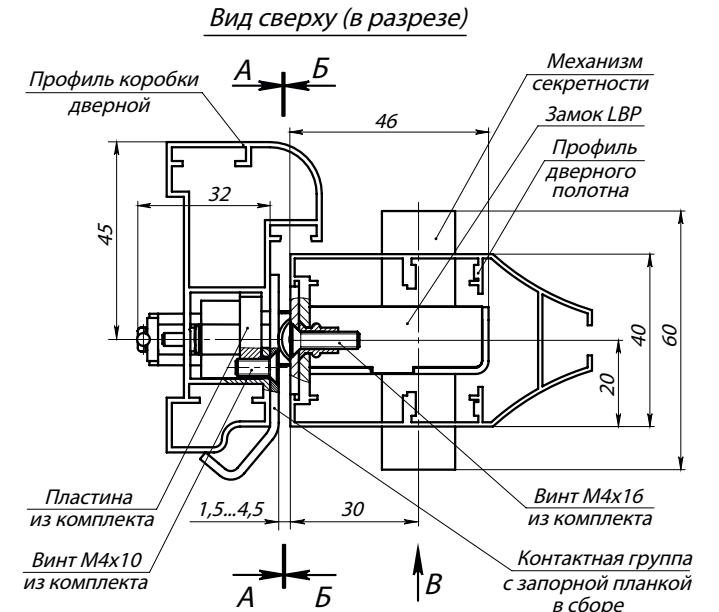

Рис. 2. Замок с контактной группой PERCo- BP1 в сборе (виды А, Б и В изображены на установочных шаблонах)
- профили дверного полотна T34, T53, T81, T85 и профиль дверной коробки T72-14 (ООО «Петралюм»), или аналогичные им по своему сечению (см. рис. 2).
3. Для замка с запорной планкой PERCo-BP1. Установите замок (1) в заранее подготовленный паз в профиле дверного полотна и закрепите его двумя винтами M4x16 (5) из комплекта поставки (см. рис. 2).
5. Установите механизм секретности (11) и зафиксируйте его винтом (10) через отверстие в лицевой планке замка (длина винта 35 - 45 мм).
6. Установите декоративные накладки (13) и ручки (15) в соответствии с рекомендациями изготовителя. После установки ручки должны легко поворачиваться.
8. Для запорной планки PERCo-BP1. В профиль дверной коробки установите пластину из комплекта поставки и зафиксируйте ее винтом M4x10 (см. рис. 2). Установите вторую пластину аналогичным образом.
9. Соедините кабель управления с клеммами (8), установленными на контактной группе. Для этого обожмите концы кабеля в зажимы клемм.